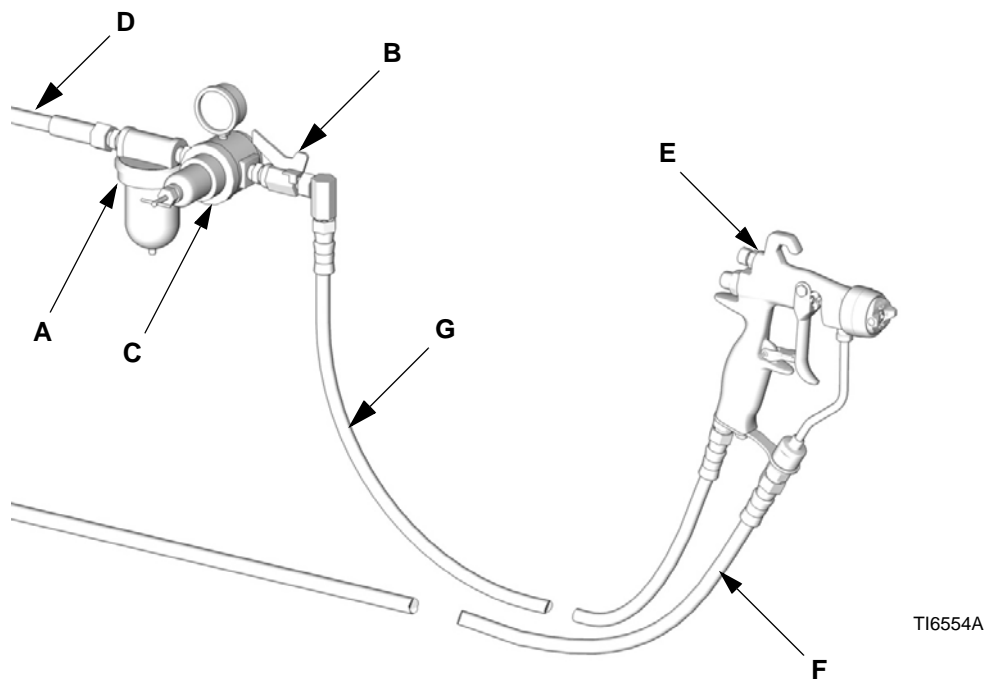

FIG. 1: Typisk monteringsanvisning (Modell G15 er vist)
Den typiske monteringsanvisningen som er vist i FIG. 1 er bare en veiledning for valg og montering av air-assist sprøytesystemer. Henvend deg til din Graco-forhandler for å få hjelp til å skreddersy et system som passer til ditt spesielle formål.
1. Installer et luftfilter (A) på pistolslangen for å sikre tørr, ren lufttilførsel til pistolen. Skitt og fuktighet kan ødelegge sprøyteresultatet. Se FIG. 1.
2. Du må montere en lufttrykkregulator (C) på pistolens lufttilførsel for å regulere lufttrykket som tilføres pistolen.
3. Monter en luftavstengningsventil (B) på luftslangen til pistolen og på pumpeluftslangen for å kunne stenge av pistolen.